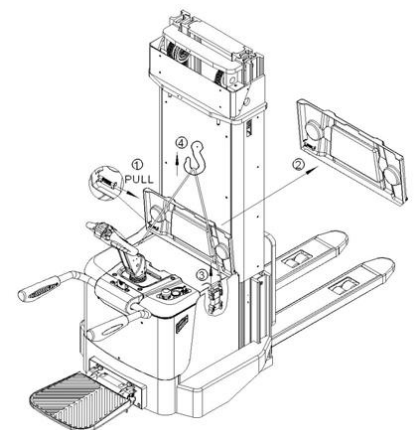

Рис. 12: Замена аккумулятора
Припарковать штабелер в безопасной зоне, выключить его с помощью замкового выключателя (13), затем нажать аварийную кнопку (11). Открыть крышку аккумуляторного отсека, открутить фиксирующую пластину, отсоединить вилку (Рис.12)